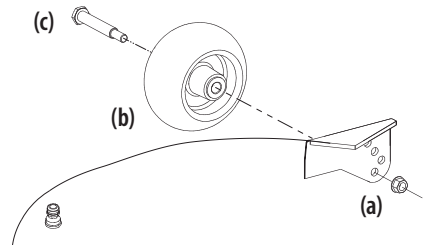

Figura 11
6. Extraiga la tuerca y seguridad (a) rueda de calibración (b) y el tornillo con reborde (c) de la plataforma. Consulte la Figura 11.